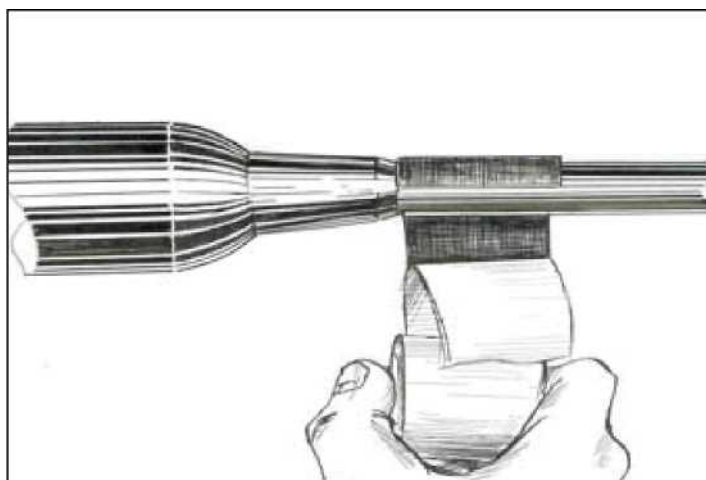

Рисунок 1 - Начало намотки ленты ЛГ-2
3.2. Берут рулон мастики МГ 14-16, разворачивают и на 10-15 мм освобождают от бумаги и накладывают на оболочку кабеля вплотную к торцу конуса клеммного отсека датчика (Рисунок 1)